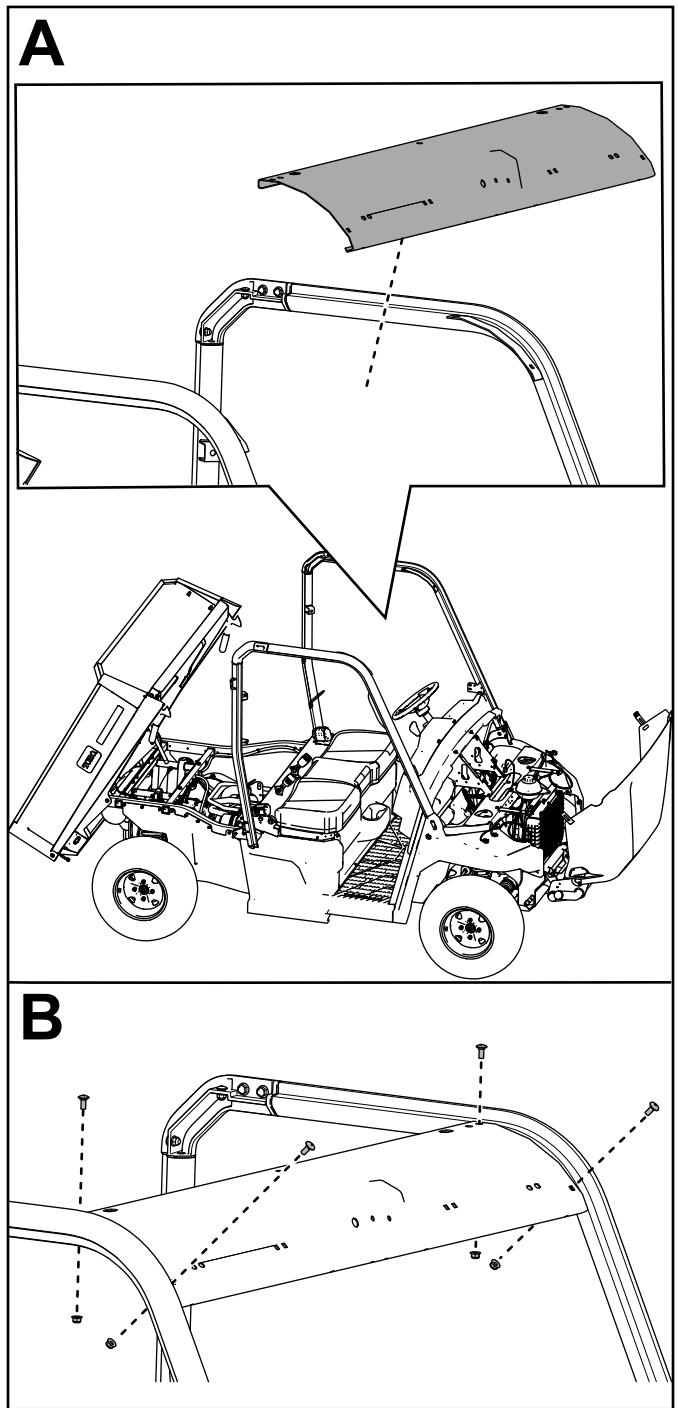

**Figura 15**
9. Sujete provisionalmente el conjunto derecho delantero la barra antivuelco al salpicadero con 1 perno de cabeza hexagonal con arandela prensada ( $\frac{1}{4}$ " x 1") y una contratuerca ( $\frac{1}{4}"), como se muestra en la Figura 15.$